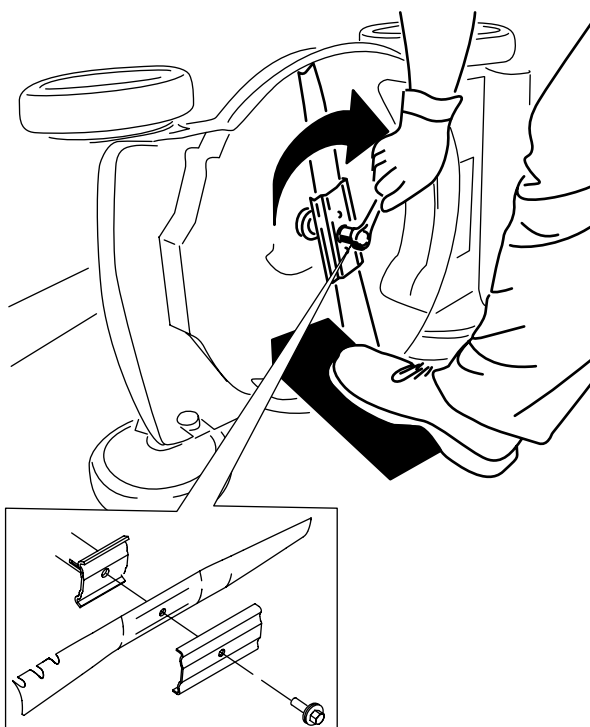

Figura 21
4. Montate la nuova lama usando la bulloneria di montaggio (Figura 21).